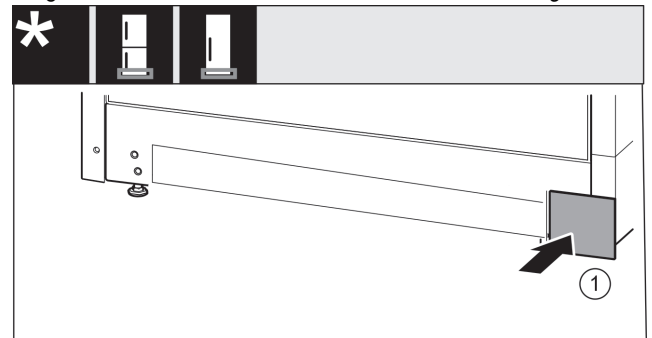

Fig. 17
- ▶ Remettre en place le cache de l'autre côté. Fig. 17 (1)